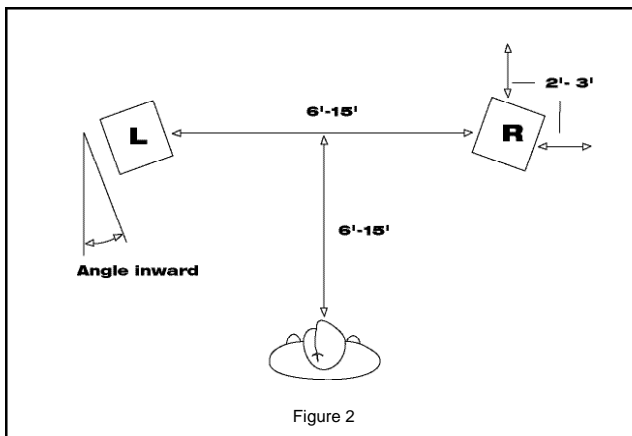

Figure 2
**Système stéréo à deux canaux:** La figure 2 représente un exemple de disposition d'enceintes pour un système stéréo à deux canaux. Un bon point de départ consiste à disposer les enceintes de façon à former un triangle équilatéral avec la position d'écoute. Selon la taille de la pièce et la disposition du mobilier, il peut être plus pratique d'augmenter ou de réduire la distance entre la position d'écoute et l'axe reliant les enceintes, mais il est préférable de rester à peu près